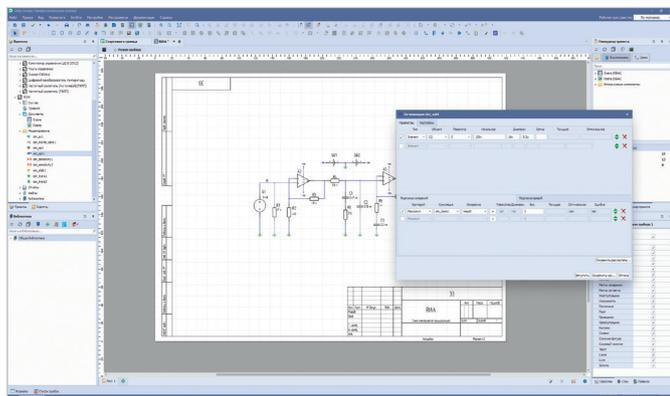

Рис. 11. Настройка параметров анализа оптимизации электрической цепи
- в режиме **Подгонка измерений** (рис. 11): с помощью механизма **Измерений** выбираются интересующие характеристики электрической цепи, которые необходимо улучшить или контролировать;